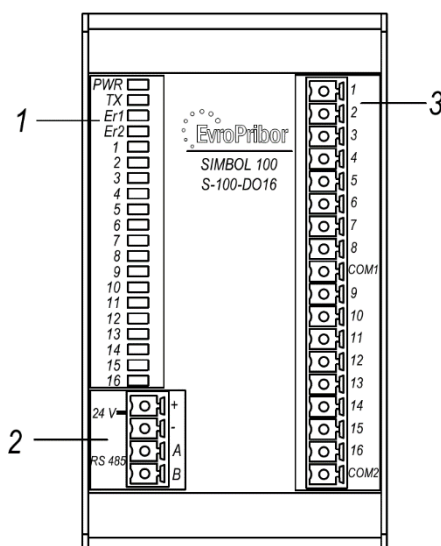

Рисунок 1.2 – Лицевая панель модуля вывода дискретных сигналов S-100-DO16
На лицевой панели модуля расположены следующие элементы (рисунок 1.2):
1.4.7.1 На лицевой панели модуля находится светодиодная линейка, индицирующая состояние модуля (рисунок 1.2):